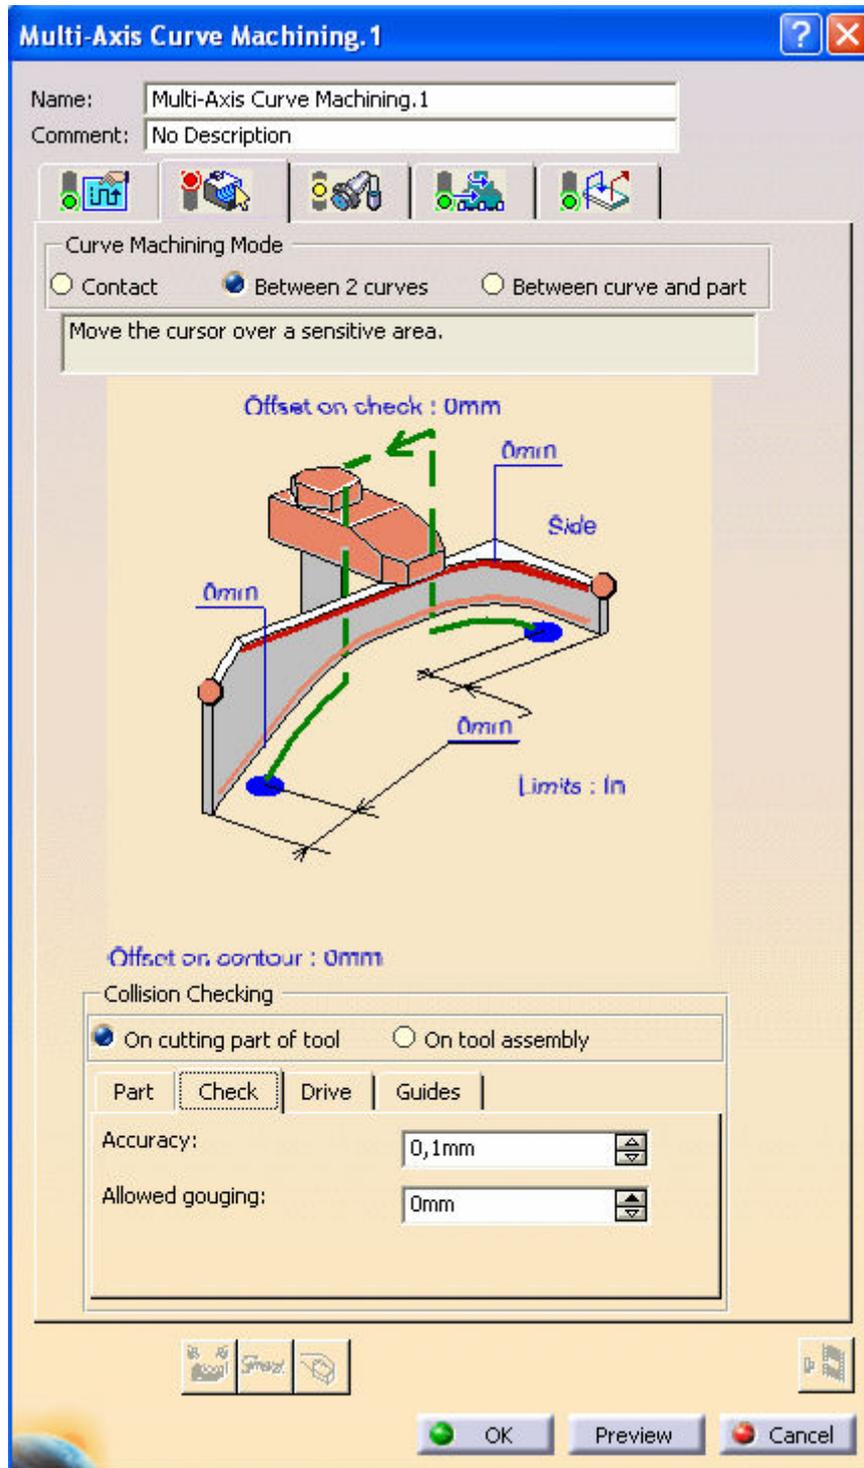

Figura A. 8. Configuración de "Surface Machining" para definir la trayectoria de corte.
La ventana que configura la trayectoria se expone en la figura A.8.
- En primer lugar, desde la segunda pestaña (la que se visualiza en la *figura A.8*) hay que escoger el modo de curva de la máquina (*Curve Machining Mode*) y marcar la opción *Between 2 curves*.